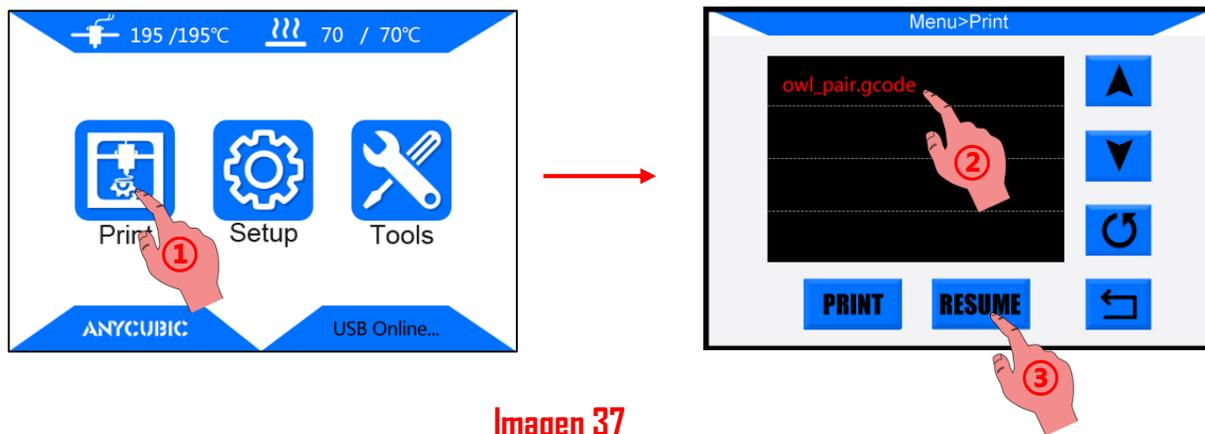

Imagen 37
3. Durante la impresión, si hay un corte de corriente, la impresión se detendrá inmediatamente. Pero después de que la corriente vuelva, los usuarios pueden elegir "Print" → seleccionar el objeto sin terminar → "RESUME" (**Imagen 37**), la máquina volverá a home primero y continuará en el objeto sin terminar.